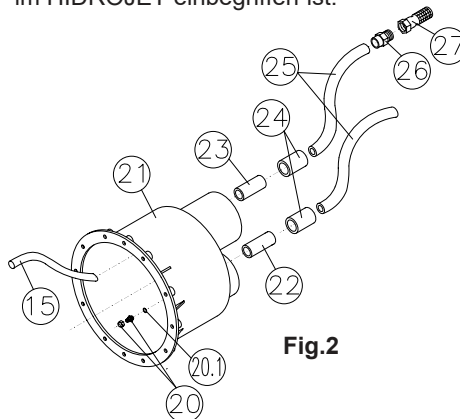
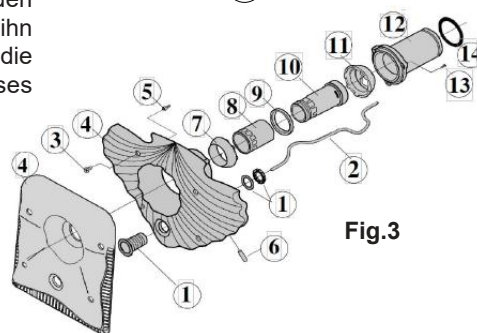

Fig.2
Fig.3
L'entrée et la sortie des conducteurs de la boîte à bornes se fera à travers des presse-étoupe qui garantissent l'absence d'humidité et de saleté à l'intérieur de celle-ci, et elle sera donc munie d'une fermeture hermétique. Les conducteurs seront dotés d'embouts adaptés, pour leur connexion aux bornes. Le coffret hydropneumatique doit être installé en lieu sec, au dessus du niveau de l'eau et à distance non supérieure à 8m. de l'interrupteur de marche/arrêt installé sur l'avant de l'équipement. Le tube transparent (n° 2, fig. 2) sera connecté au micro-interrupteur situé dans le haut à droite du coffret; il importe de s'assurer qu'il n'est pas plié.
3.1 Um das Gehäuse (Nr.21, Fig.2) an einer Betonwand anzubringen, brauchen Sie nur die im Kapitel 2 (Aufstellungsort) angegebenen Anweisungen durchzuführen.
4.1 Das Gehäuse wird mit den schon eingebauten Rohren Nr.22 und 23,(Fig.2) geliefert; außerdem wird eine der Hülzen (Nr.24, Fig.2) im Rohr Nr.22. verleimt geliefert. Sobald wir das Gehäuse gemäß der Anweisungen des Kapitels 2 an der Wand befestigt haben, nehmen wir die Installation der Luft-und Pneumatikleitungen vor.
Diese Leitung besteht aus einer Hülse (Nr.24), einem Schlauch (Nr.25), einem Außengewinde (Nr.26) und einem Fußventil (Nr.27). Alle diese Teile werden montiert geliefert, weshalb wir nur das Ende der Hülse (Nr.24) am schon im Gehäuse installierten Rohr (Nr.23) ankleben müssen. Es ist wichtig, das Luftleitungsrohr an der Wand des Aufstellungsorts zu befestigen und darauf zu achten, daß das Fußventil im obersten Teil liegt, womit wir die Ansaugung von Schmutz vermeiden (siehe Fig. 8, Seite 42). Schließlich installieren wir noch den Schlauch (Nr.15, Fig. 2), indem wir ihn mit Druck in die Kanüle einführen, die sich im Inneren des Gehäuses befindet (siehe Fig.5a-5b, Seite 39).
Diese Leitung besteht aus einem Rohr(Nr.22), einer Hülse (Nr.24) und einem Schlauch (Nr.25). Da das Rohr (Nr.22) und die Hülse (Nr.24) schon im Gehäuse installiert sind, müssen wir nur das Rohr (Nr.25) anleimen. Bevor wir das Ende des Rohrs (Nr.25) an der Hülse (Nr.24) befestigen, führen wir das Transparentrohr (Nr.2, Fig.3) durch die Öffnung des Gehäuses ein und befestigen es mittels der dort vorhandenen Zwinne (Nr.20 und 20.1, Fig.2). Nach Durchführung dieser Operation verleimen wir das Rohr (Nr.25) mit der Hülse (Nr.24). Das Ende des Rohrs (Nr.2, Fig. 3) wird nun an den Mikroschalter angeschlossen, der sich auf einer Seite der Hidropneumatiktafel befindet, welche im HIDROJET einbegriffen ist.